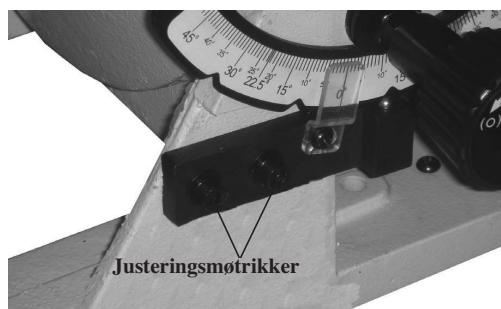

Fig. 03
2. Hvis justering er nødvendigt skal du flytte skiven, så den hviler 90 grader fra bordet, og løsne de to justeringsmøtrikker (Fig. 03) på stopbjælken og skubbe bjælken til venstre eller højre for at opnå den rette justering. Når den rette justering er foretaget, strammes de to justeringsskruer på stopbjælken.